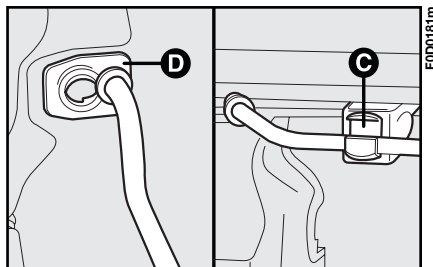

fig. 135
- Liberare l'astina di sostegno dal supporto **C**-fig. 135 ed inserirla nella sua sede **D** ricavata nel cofano motore.
1) tenere sollevato il cofano con una mano e con l'altra togliere l'asta **fig. 135** dalla sede **D** e reinserirla nel proprio dispositivo di bloccaggio **C**;